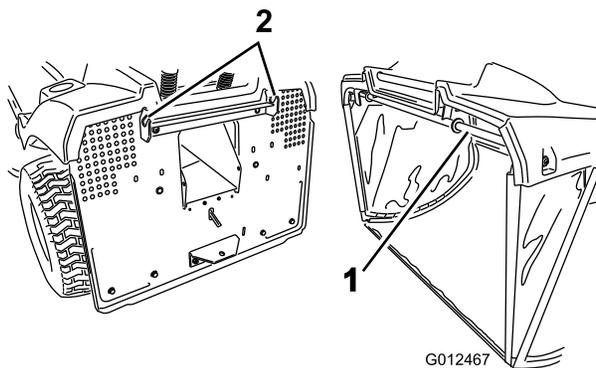

Figura 38
1. Cuelgue la barra superior de las 2 muescas del soporte de la parte trasera de la máquina (Figura 38).